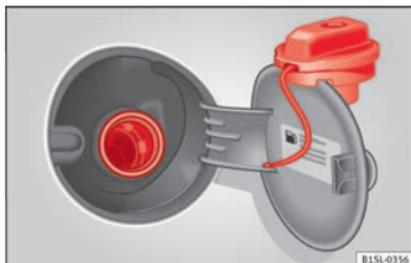

Fig. 39 Tampa do depósito aberta com o tampão inserido no suporte.
- Extraia o tampão do depósito rodando-o no sentido contrário ao dos ponteiros do relógio e coloque-o na parte superior da tampa do depósito » » » **Fig. 39.**